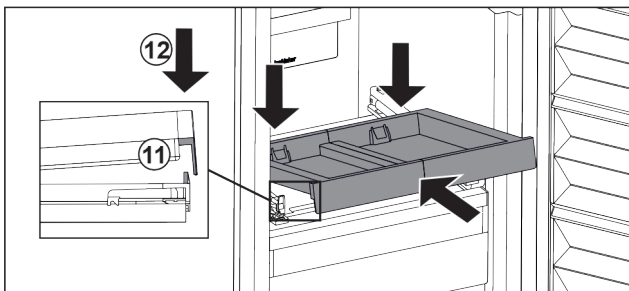

Fig. 108
- ▶ Introducir en posición inclinada. Asegurarse de que a ambos lados, el tope quede detrás de la lengüeta. *Fig. 108 (11)*
- ▶ Depositar el estante extraíble por delante. *Fig. 108 (12)*